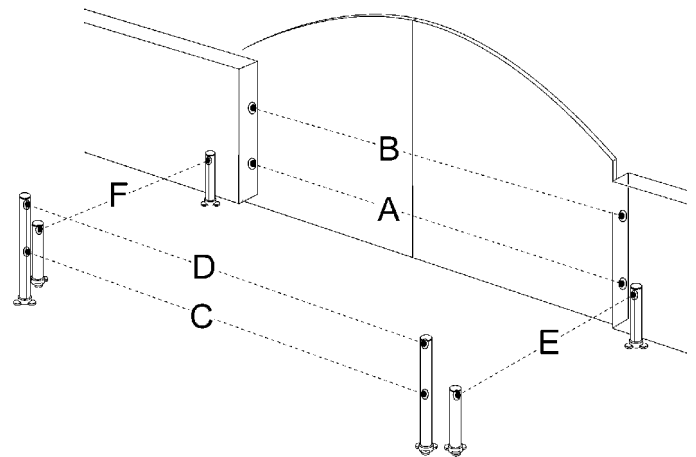

Abbildung 64
Weitere Photozellen neben den bereits serienmäßig mit WG2 mitgelieferten können jederzeit installiert werden. An einem Automatismus für zweiteilige Tore können diese gemäß Abbildung 64 angebracht werden.
- 2 Die Installationsposition auf der Basis von Abbildung 64 ermitteln und die Überbrückung nach der entsprechenden Tabelle 11 ausführen.